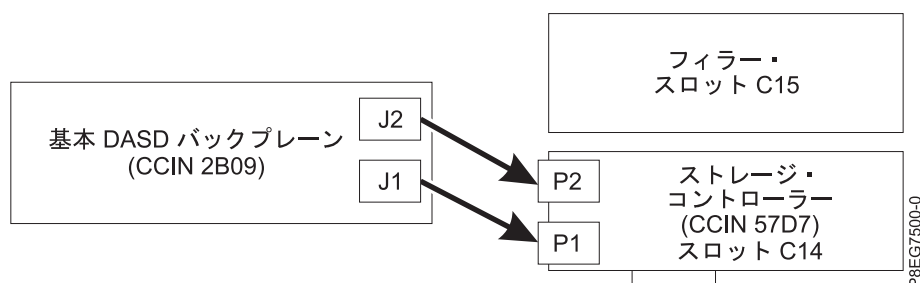

図 9. 基本ストレージ構成での SAS ケーブルの再接続
- スロット P1-C14 (基本ストレージ・フィーチャー) に 1 つの PCIe3 x8 SAS RAID 内部アダプター (CCIN 57D7) がある場合は、1 つの SAS ケーブルが、下部のディスク・ドライブ・バックプレーン・コネクタ (J1) からアダプター上の P1 コネクタに、また、別の SAS ケーブルが、上部のディスク・ドライブ・バックプレーン・コネクタ (J2) からアダプター上の P2 コネクタに接続されています。図 9を参照してください。